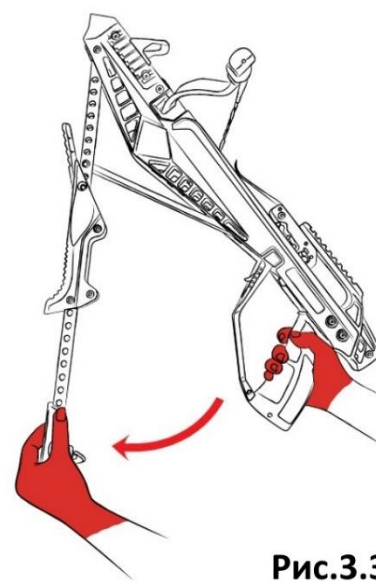

Рис.3.3
3. После этого отводите рычаг взвода вперед до тех пор, пока спусковой механизм, выскользнув вперед, не зацепит тетиву защелкой спускового механизма (Рис.3.3). Это действие не требует большого усилия поэтому не применяйте чрезмерную силу.